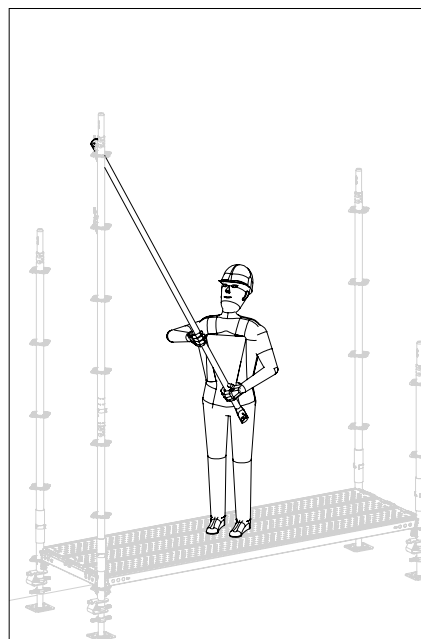
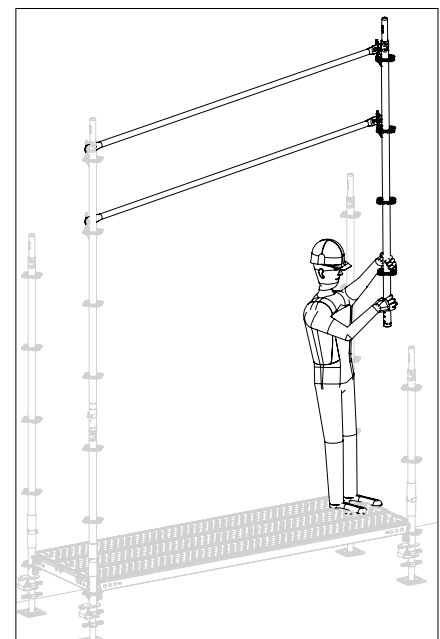

Abb. A5.09a
Abb. A5.09b
- Die Montage kann auch vorlaufend und doppelt vorlaufend mit Geländer- und Zwischenholm erfolgen. (Abb. A5.09a + Abb. A5.09b)